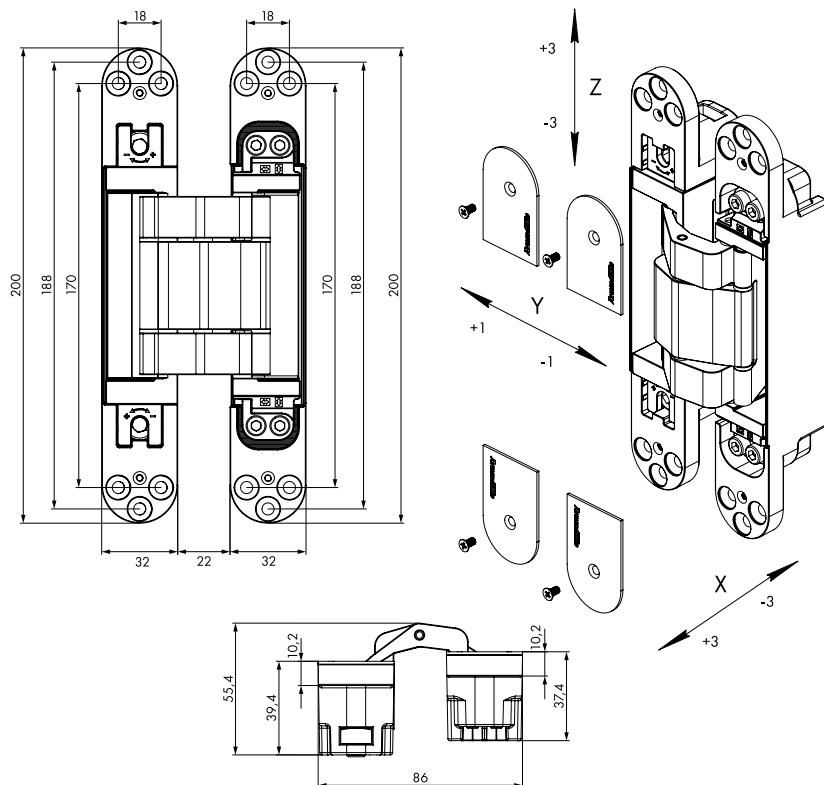

Рисунок 1 – Габаритные размеры петли.
• Габаритные размеры в открытом положении петли (рис. 1):
- Вертикальная регулировка (Z): ± 3 мм
- Горизонтальная регулировка (X): ± 3 мм
- Регулировка по глубине (Y): ± 1 мм